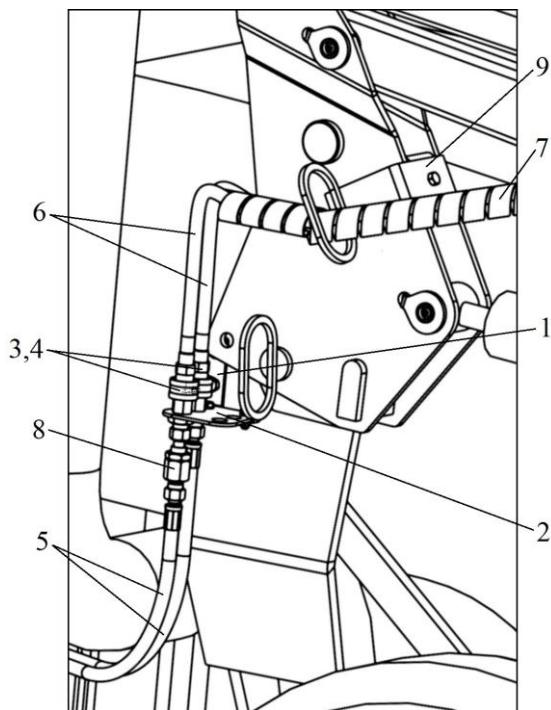

Рисунок 4 – Подсоединение гидросистемы погрузчика к гидросистеме трактора, вид спереди:
3) На стойках устанавливается поддержка поз. 9 (предназначена для поддержки РВД) при помощи болта M10x40 и гайки M10 DIN. Закрепить два кронштейна КУН 400.00.412 поз.1 болтами M10x40 и гайками M10 DIN на панели навески с двух сторон трактора, к этому кронштейну прикрутить пластину КУН 400.00.403 поз. 2 болтами M8x20, гайками M8 DIN и шайбами (см. рис. 4). В отверстия кронштейна вставить устройства запорные (муфты разрывные поз. 3) в кол-ве 2 шт. Повторить выше изложенное для правой стороны трактора. Рукава длиной 3,2 м (проходят в полости рам) поз.6 присоединить сверху через БРС. С правой стороны к нижней части запорных устройств присоединить РВД длиной 2,9 м поз.5, другой конец РВД присоединить к выводам гидросистемы трактора. С левой стороны к нижней части БРС присоединить РВД длиной 2,9 м, другой конец РВД присоединить к выводам гидросистемы трактора. Установить защиту РВД поз.7 (см. рис. 4).